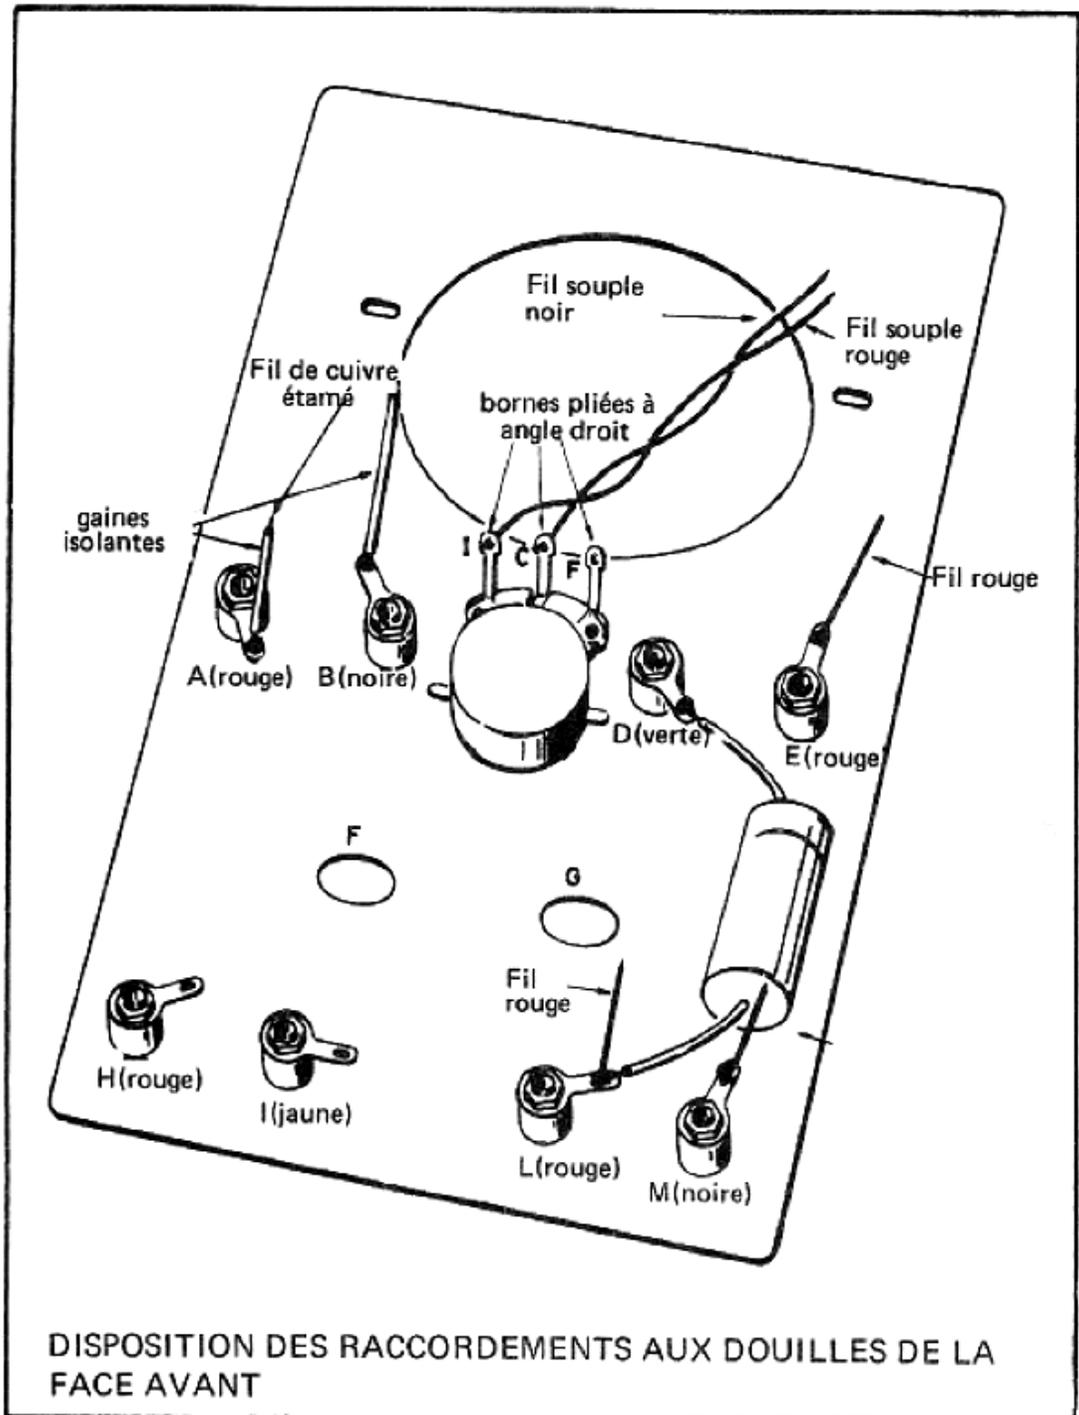

Figure 1
La *figure 1* montre la disposition du condensateur ainsi que les raccordements que vous devrez effectuer par la suite.
Avant de serrer l'écrou, ayez soin d'orienter le potentiomètre de manière que ses trois cosses soient dirigées vers le grand trou de la face avant (*figure 1*) à l'endroit où il faut placer l'appareil de mesure. Maintenant serrez l'écrou du côté extérieur de la face avant ; faites bien attention à ne pas rayer
j) Pliez à angle droit, vers le haut, les trois cosses du potentiomètre, comme le montre la *figure 1*. Attention pendant cette opération, à ne pas briser les cosses.
k) Coupez un morceau de fil souple noir de 6,5 cm ; soudez une extrémité sur la cosse C du potentiomètre P2 (*figure 1*).
l) Coupez un morceau de fil souple rouge de 6,5 cm ; soudez une extrémité sur la cosse I du potentiomètre P2 (*figure 1*).